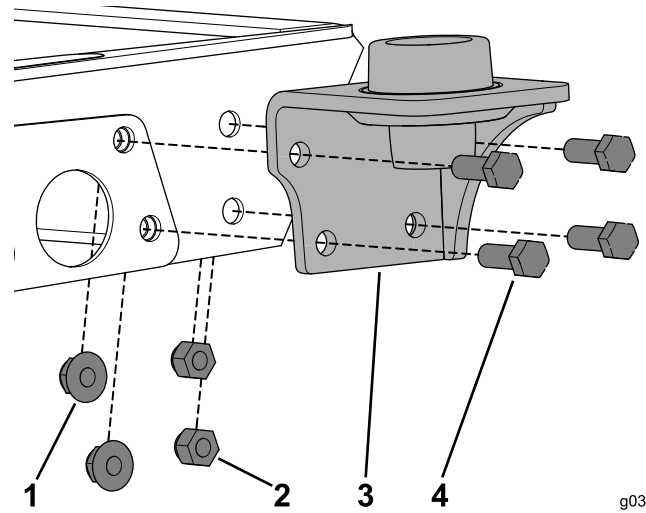

図 18
1. 既存のボルト類を外し、代わりにボルト3/8 x 1 インチ4本、とフランジナット2個、ロックナット2個を使用して、マウントを機体に固定する 図 18。